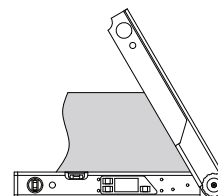
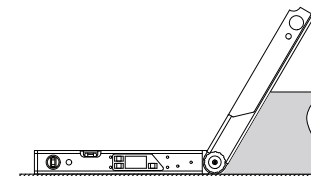
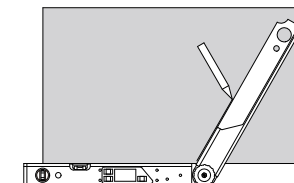

Abb.3
Abb.4
Abb.5
c. Winkelmessung (Abb.3, Abb.4) und Anreißen (Abb.5).